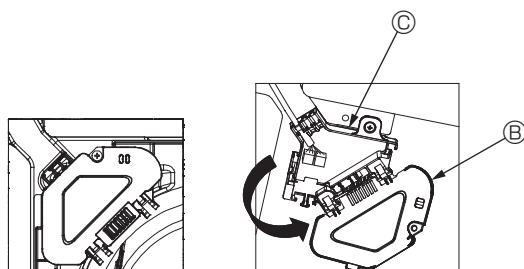

Fig. 7-7
- ③ Verwijder de schroef waarmee de kap van de schakeldoos vastzit en open de kap. (Fig. 7-7)
- ④ Plaats de connector van de verbindingsbedrading in de schakeldoos.
- ⑤ Installeer de kap van de bedrading en de kap van de schakeldoos.